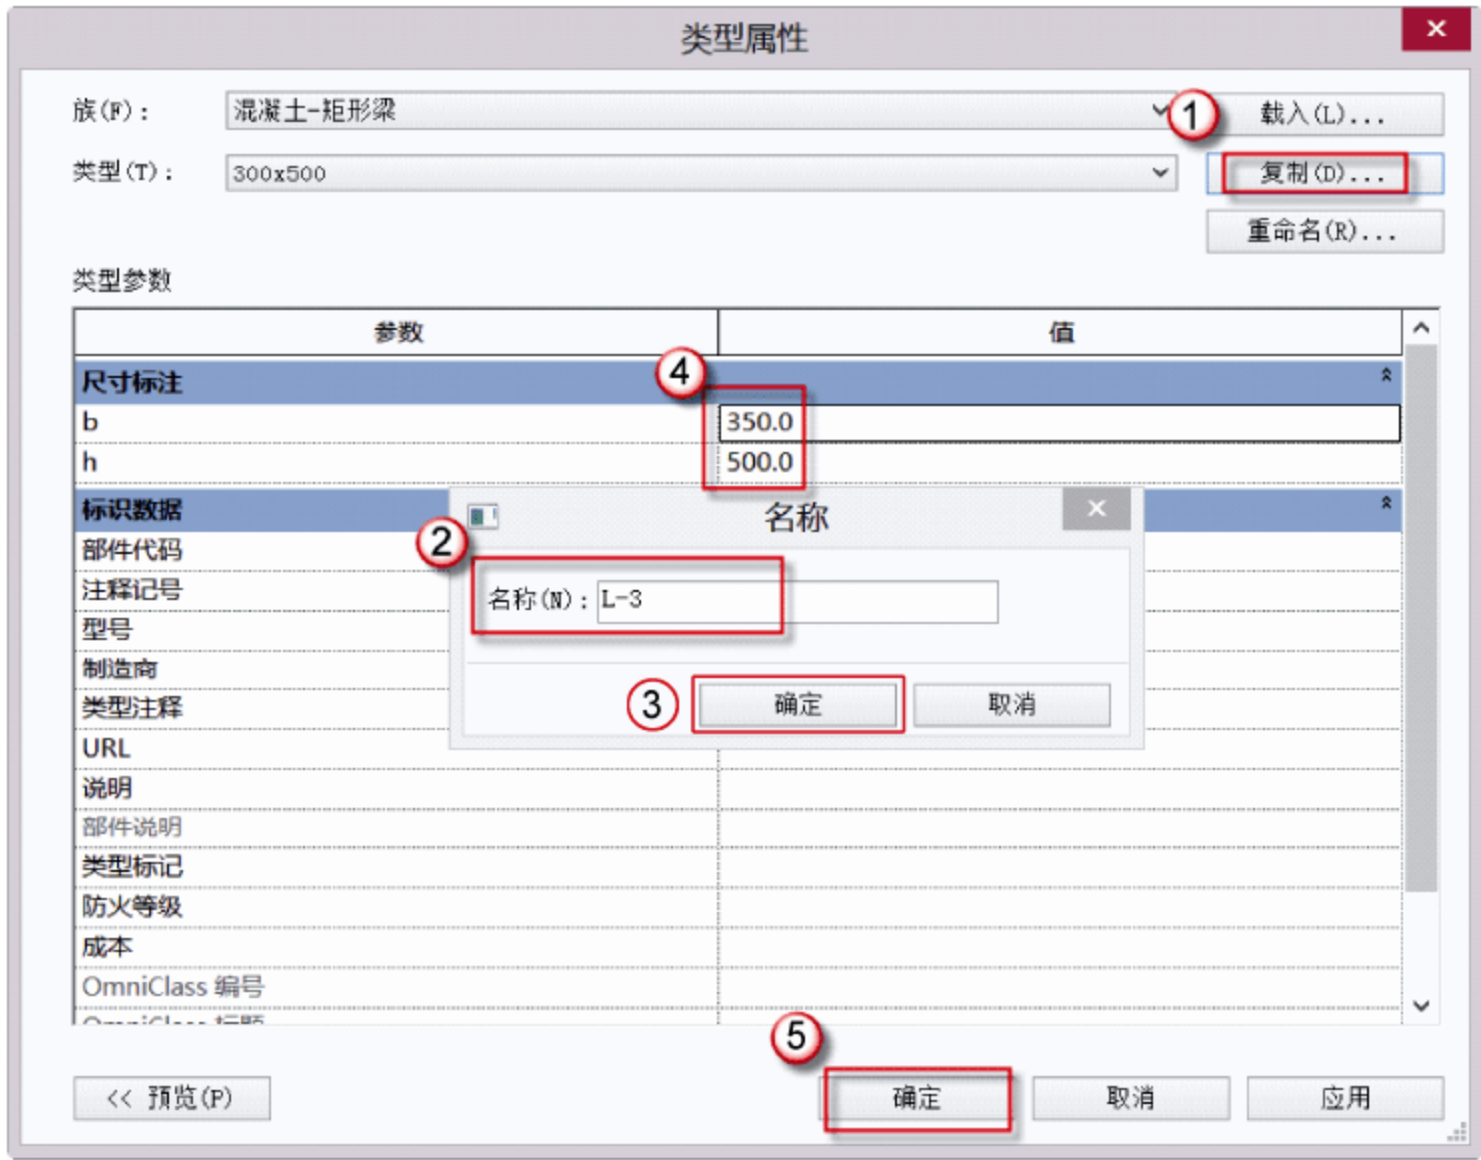

图 5.3.30 编辑 L-3
(5) 新建雨蓬梁 L-3。由 DWG 图可得，L-3 梁的长宽为  $350 \times 500$ 。选择“结构”→“梁”→“编辑类型”命令，在弹出的“类型属性”对话框中，单击“复制”按钮，在弹出的对话框中输入“L-3”，单击“确定”按钮。在“尺寸标注”栏中输入 L-3 的长宽 (b、h)，单击“确定”按钮，如图 5.3.30 所示。